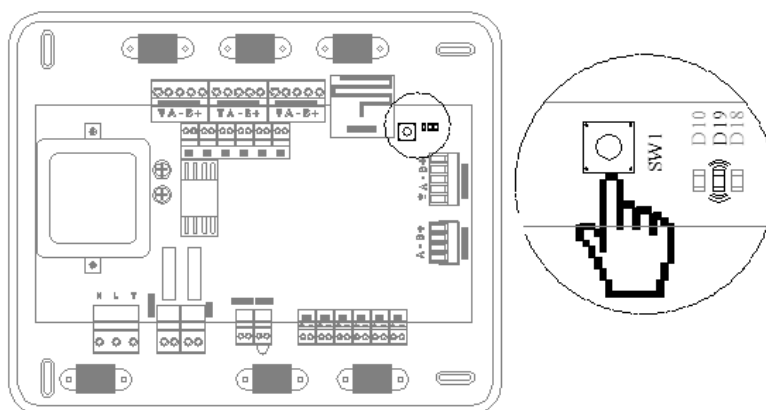

Fig. 54
* *Reset do sistema.* No caso de necessitar fazer o reset de todo o sistema, mantenha pressionado SW1 até que o LED 19 deixe de piscar (fig. 54).